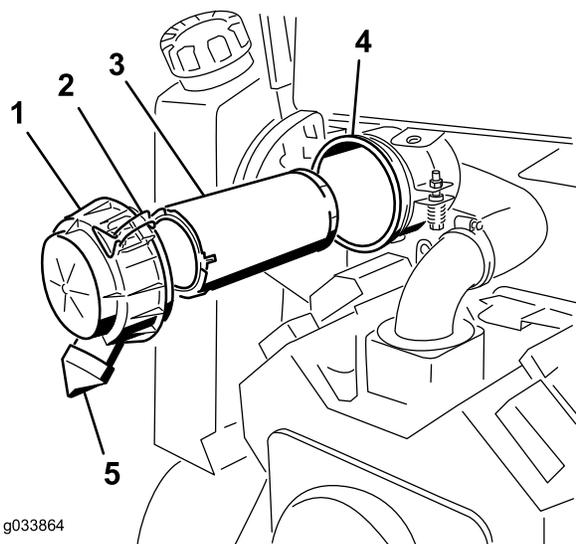

Рисунок 33
**Внимание:** Обслуживание фильтра воздухоочистителя следует производить только тогда, когда индикатор сервисного обслуживания загорится красным (Рисунок 33). Замена воздушного фильтра без необходимости ведет лишь к повышению вероятности попадания грязи в двигатель при извлечении фильтра.
4. Освободите защелки воздухоочистителя и отделите крышку от корпуса воздухоочистителя (Рисунок 33).
1. Осторожно извлеките фильтр грубой очистки из корпуса воздухоочистителя (Рисунок 33). Старайтесь не ударить фильтр о боковую поверхность корпуса.
3. Осторожно вставьте фильтр грубой очистки в корпус фильтра (Рисунок 33). Плотно надавливая на наружный обод фильтра во время его установки, посадите его до отказа.
4. Установите крышку воздухоочистителя таким образом, чтобы сторона, обозначенная как UP (ВВЕРХ), была обращена вверх, и закройте защелки (Рисунок 33).